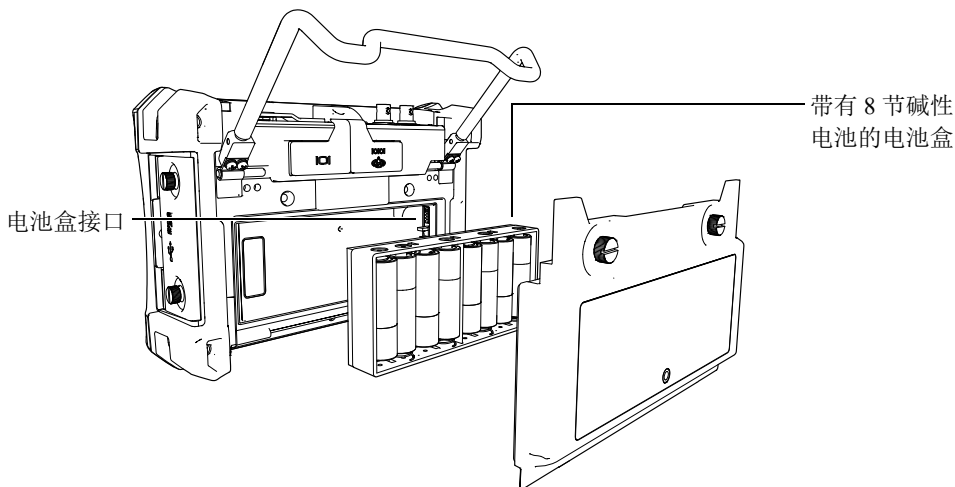

图 1-11 碱性电池盒
6. 将碱性电池盒放入电池仓内（参见第 31 页的图 1-11）。